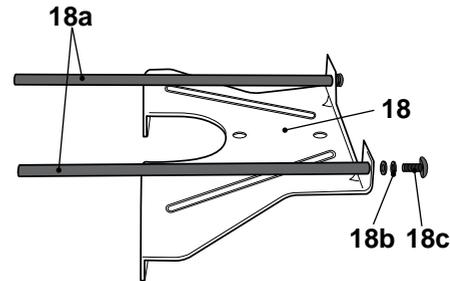

Fig. 7
- > Fixez l'ensemble avec la rondelle élastique [18b] et la vis [18c] à l'aide d'un tournevis cruciforme approprié (Fig. 7).